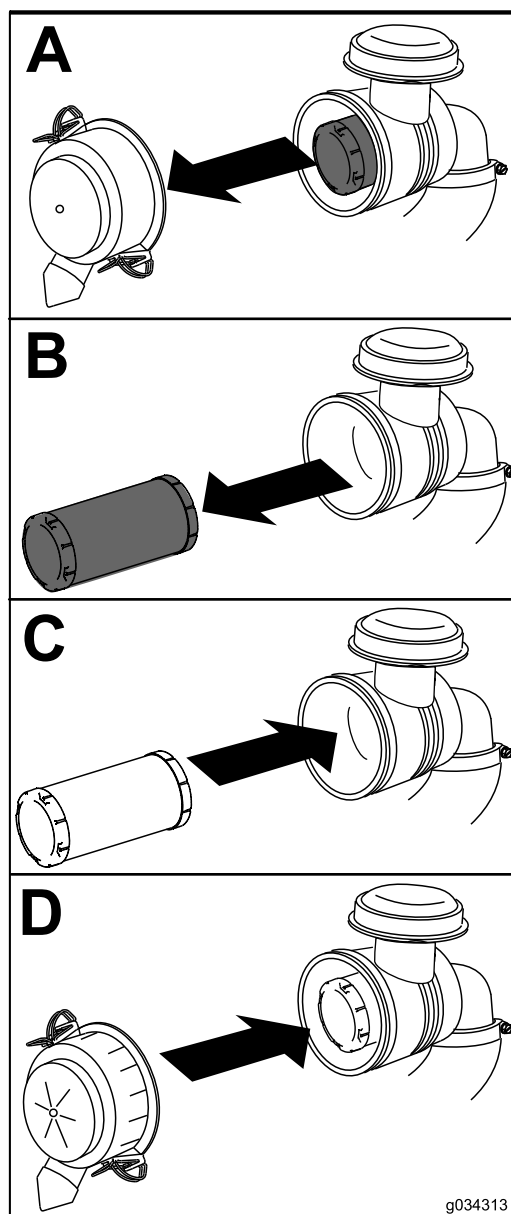

Figure 37
1. Sortez l'élément filtrant hors du boîtier du filtre à air avec précaution (Figure 37).
4. Reposez le couvercle du filtre à air, le côté portant l'inscription UP en haut, puis verrouillez-le en place (Figure 37).